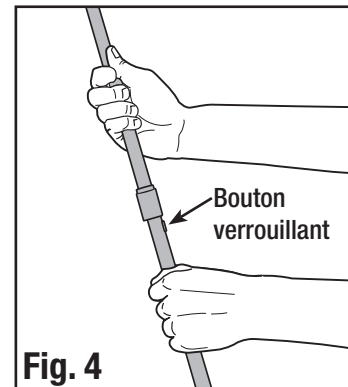

Fig. 4
- Allongez tous les mâts télescopiques des montants jusqu'à ce qu'ils se bloquent avec un bruit sec. La tente s'élèvera à mesure que les mats sont déployés. (Fig. 4)
- Abaissez l'armature, montant par montant, en enfonçant le bouton de verrouillage puis en escamotant le montant télescopique. (Fig. 4)